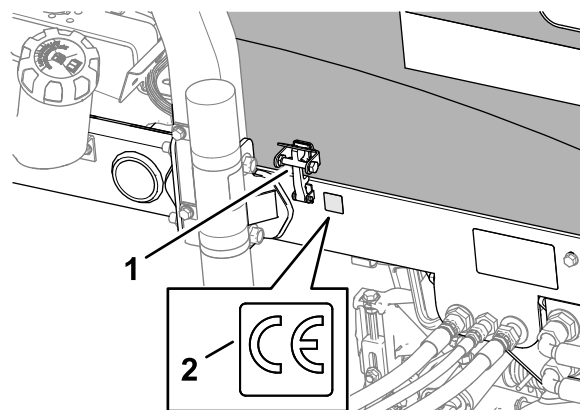

Figura 22
4. Rimuovete la parte posteriore e applicate l'adesivo CE (N° cat. 133-8095) sul telaio come illustrato nella Figura 22.